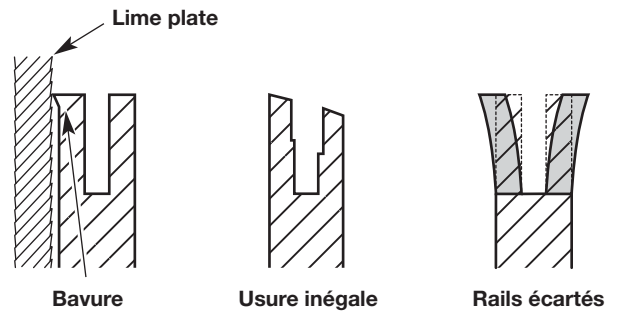

Fig. 40
3. Vérifiez fréquemment la tige de guidage afin d'y détecter des signes de dommages (Fig. 40). L'usure irrégulière et l'ébarbage des rails de guidage (les nervures de chaque côté de la rainure de la tige) sont des processus normaux d'usure de la tige de guidage. Ces défauts doivent être limés dès qu'ils se produisent (Fig. 40). Une tige de guidage avec les défauts suivants doit être remplacée :